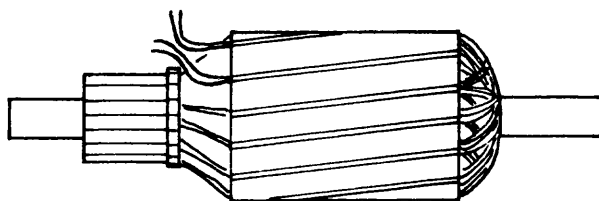

Fig.2
- a Abra las conexiones en los extremos de las bobinas (fig.2).